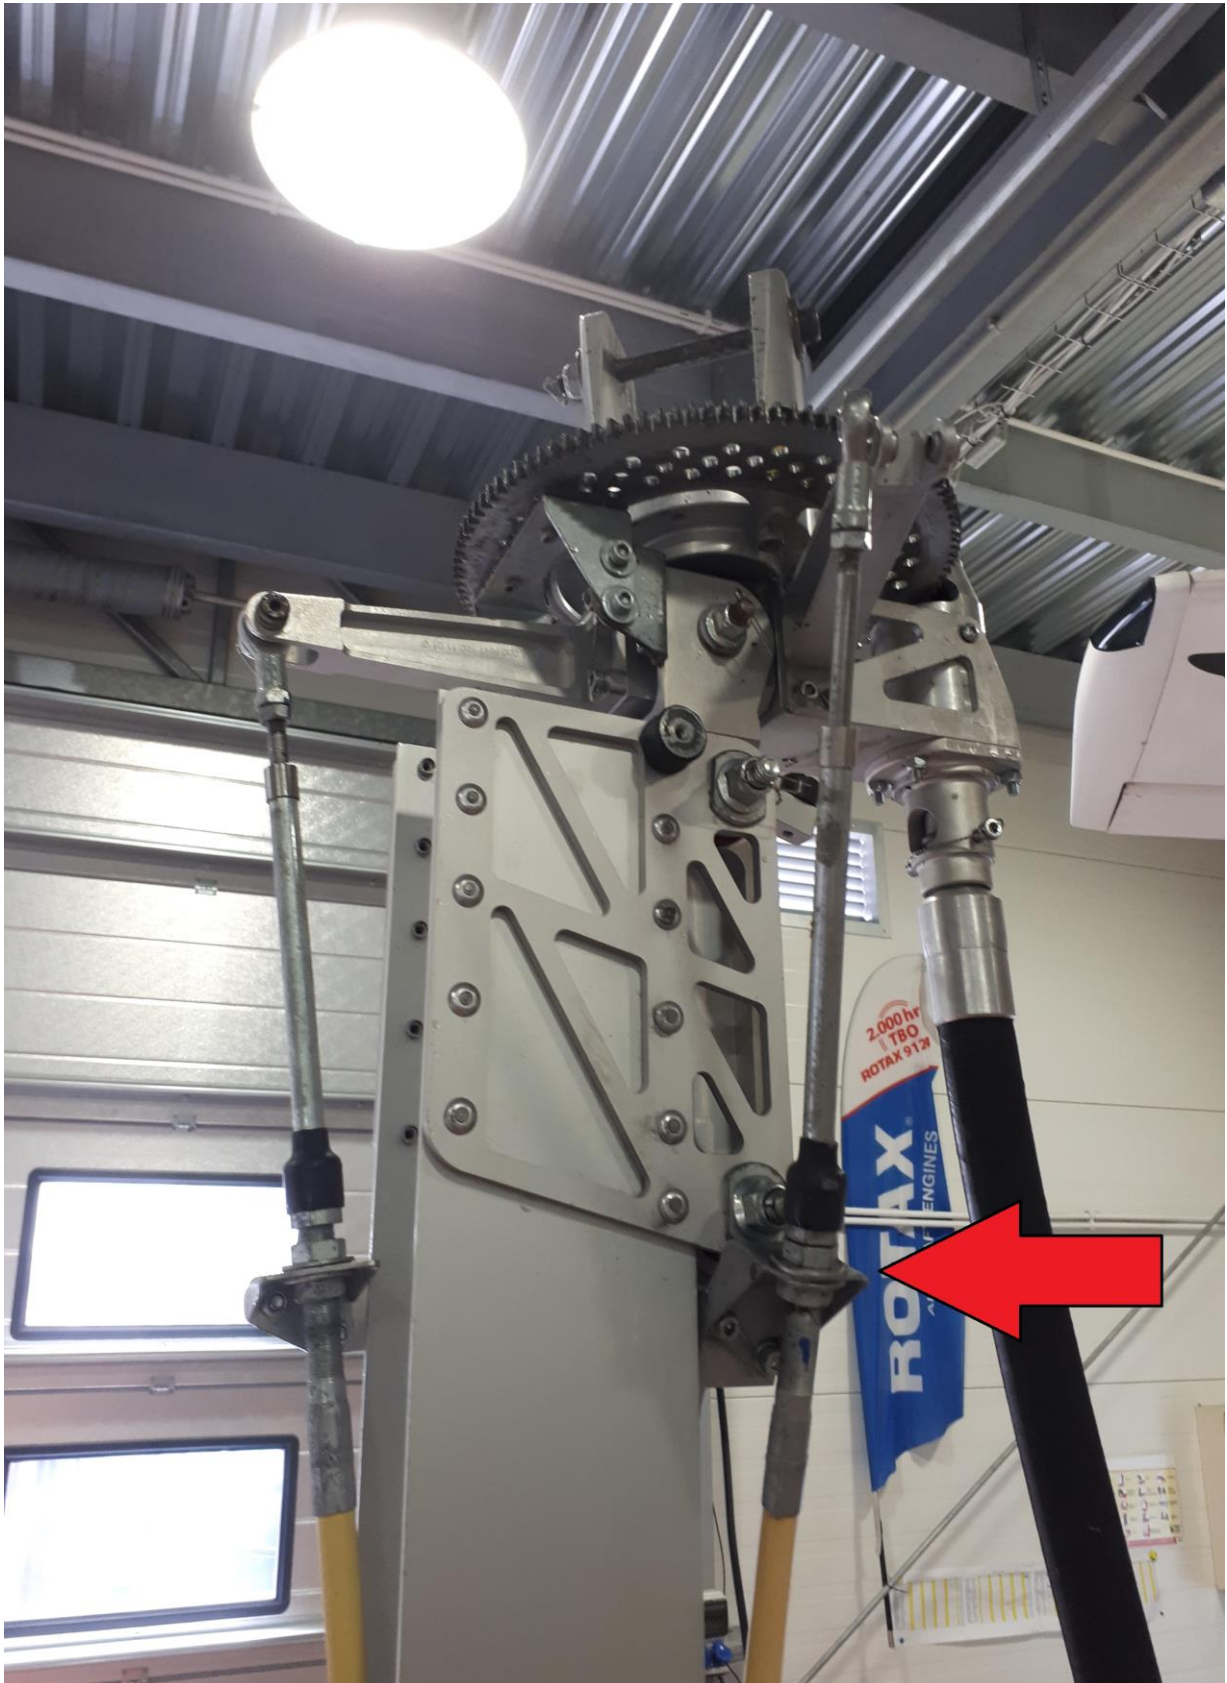
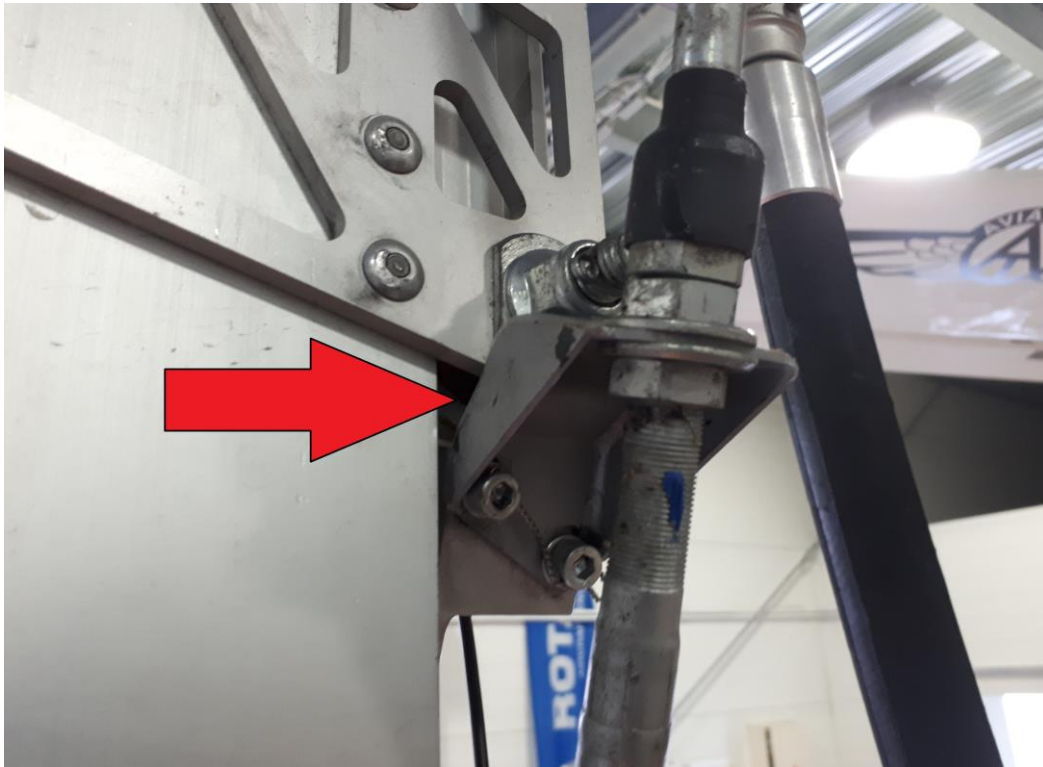

Fig. 1
Fig. 2
- 1) Sprawdzić uchwyt w maszynie. Uchwyt wymagający wymiany widoczny jest na [Fig. 1] i [Fig. 2].